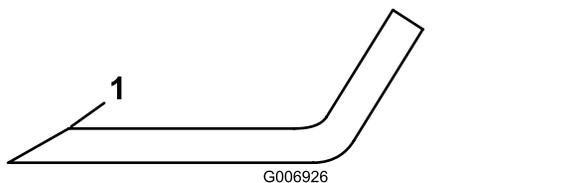

Figura 90
5. Controllate i taglienti di tutte le lame, e affilateli se fossero ottusi o scheggiati. Affilate soltanto la parte superiore del tagliente e mantenete l'angolo di taglio originale per garantire l'affilatezza (Figura 90).